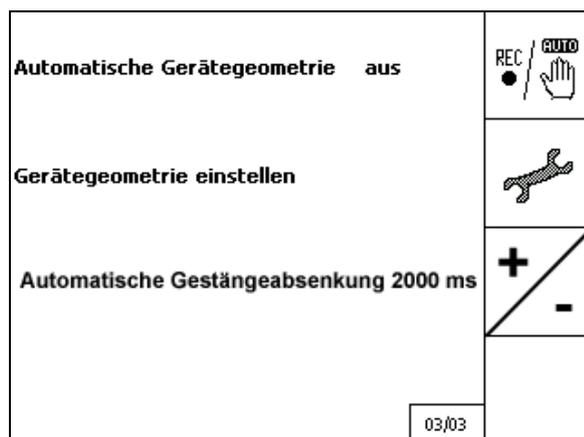

Fig. 26
**Página três** 02/02 **(Fig. 26)**